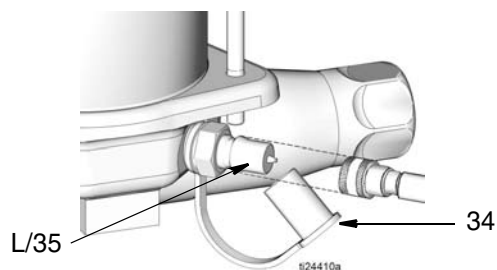

FIG. 4
1. Enlever le capuchon (34) (FIG. 4) de l'orifice de remplissage (L) pour accéder à l'embout de remplissage (35).
2. Brancher le raccord rapide de la pompe de remplissage sur l'orifice de remplissage (L) du réservoir.
4. Débrancher la pompe de remplissage de l'embout de remplissage (35, FIG. 4).
5. Remettre le capuchon (34) sur l'embout de remplissage (35) (FIG. 4).